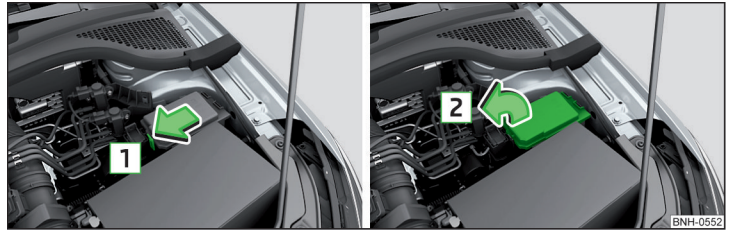
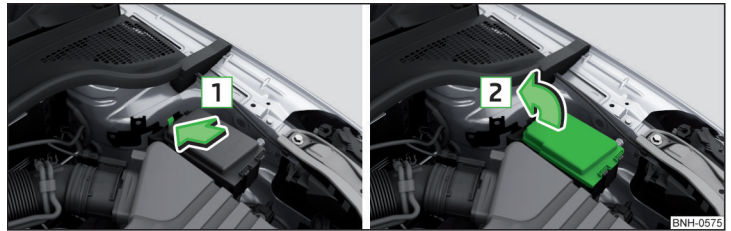

Abb. 185 Abdeckung des Sicherungskastens - Variante 1
Abb. 186 Abdeckung des Sicherungskastens - Variante 2
- Die Verriegelungstaste der Abdeckung in Pfeilrichtung **1** » Abb. 185 bzw. » Abb. 186 drücken.